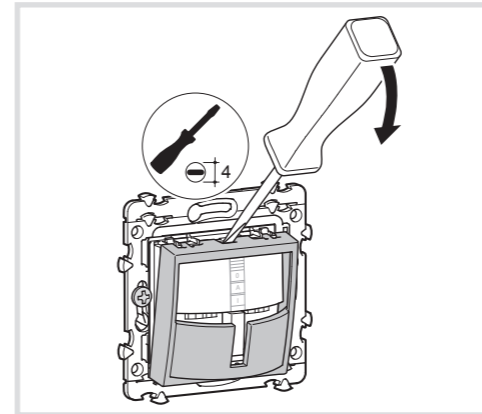

Bild 8: Demontage der Abdeckung
- Abdeckung mit einem Schlitzschraubendreher vorsichtig entfernen (Bild 8).